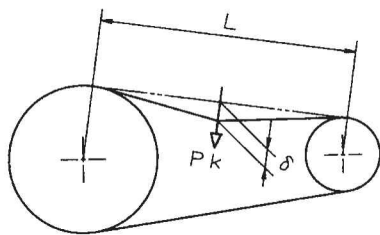

図 28
- (1) V ベルトのスパン中央に、所定のたわみを与える荷重 P_k を垂直に加えて下さい。(図 28)